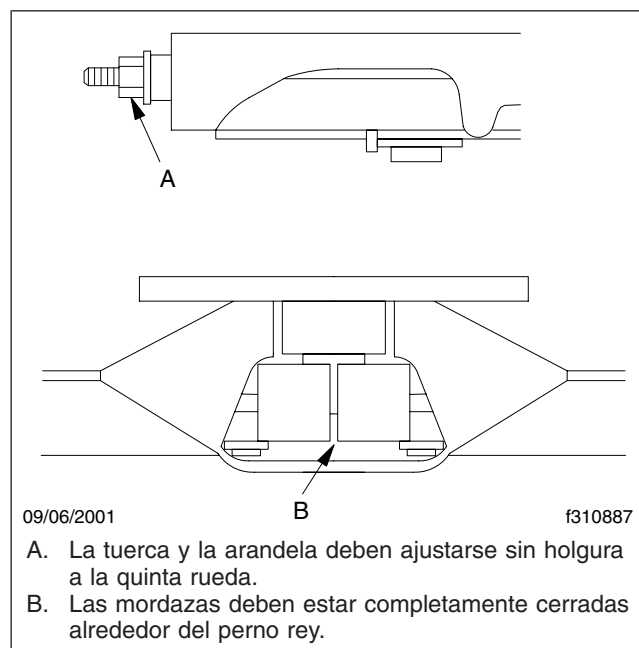

Figura 4, Quinta rueda Holland cerrada correctamente
3. Usando un probador de cierre del perno rey de Holland, n.º de pieza TF-TLN-1000 ó TF-TLN-5000, revise el funcionamiento del mecanismo de cierre abriendo y cerrando las mordazas. Vea la **Figura 4**.